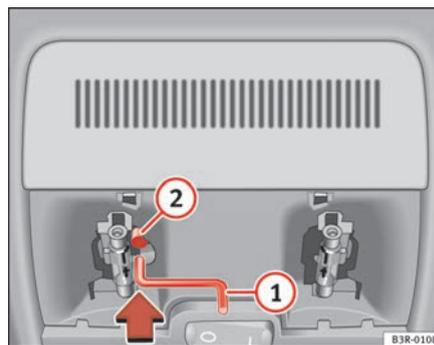

Fig. 84 Detalle del revestimiento del techo: Manivela para accionamiento de emergencia
- Introduzca la manivela ① en el orificio hexagonal ② hasta llegar al tope ⇒ página 120, fig. 84.